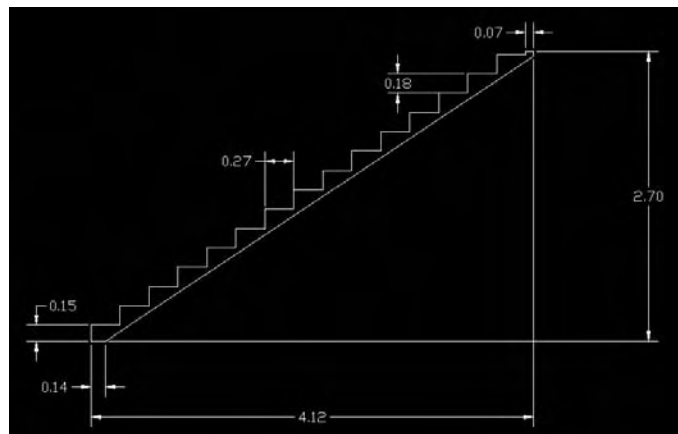

Fig.20.22
- 1 Tracez sous la forme d'une polyligne 2D le limon central selon les dimensions de la figure 20.22.